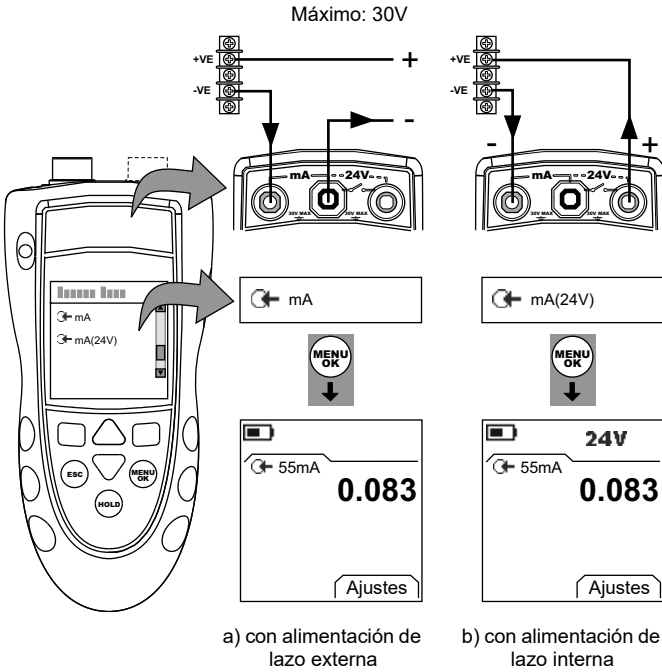

Figura 7: Ejemplo de configuración - Medición de mA
1. Conecte el instrumento (Figura 7) y, si es necesario, ajuste la opción *Configurar* (Tabla 1).
1. Sólo DPI 802/802P. Conecte el instrumento al equipo de calibración (Figura 7).